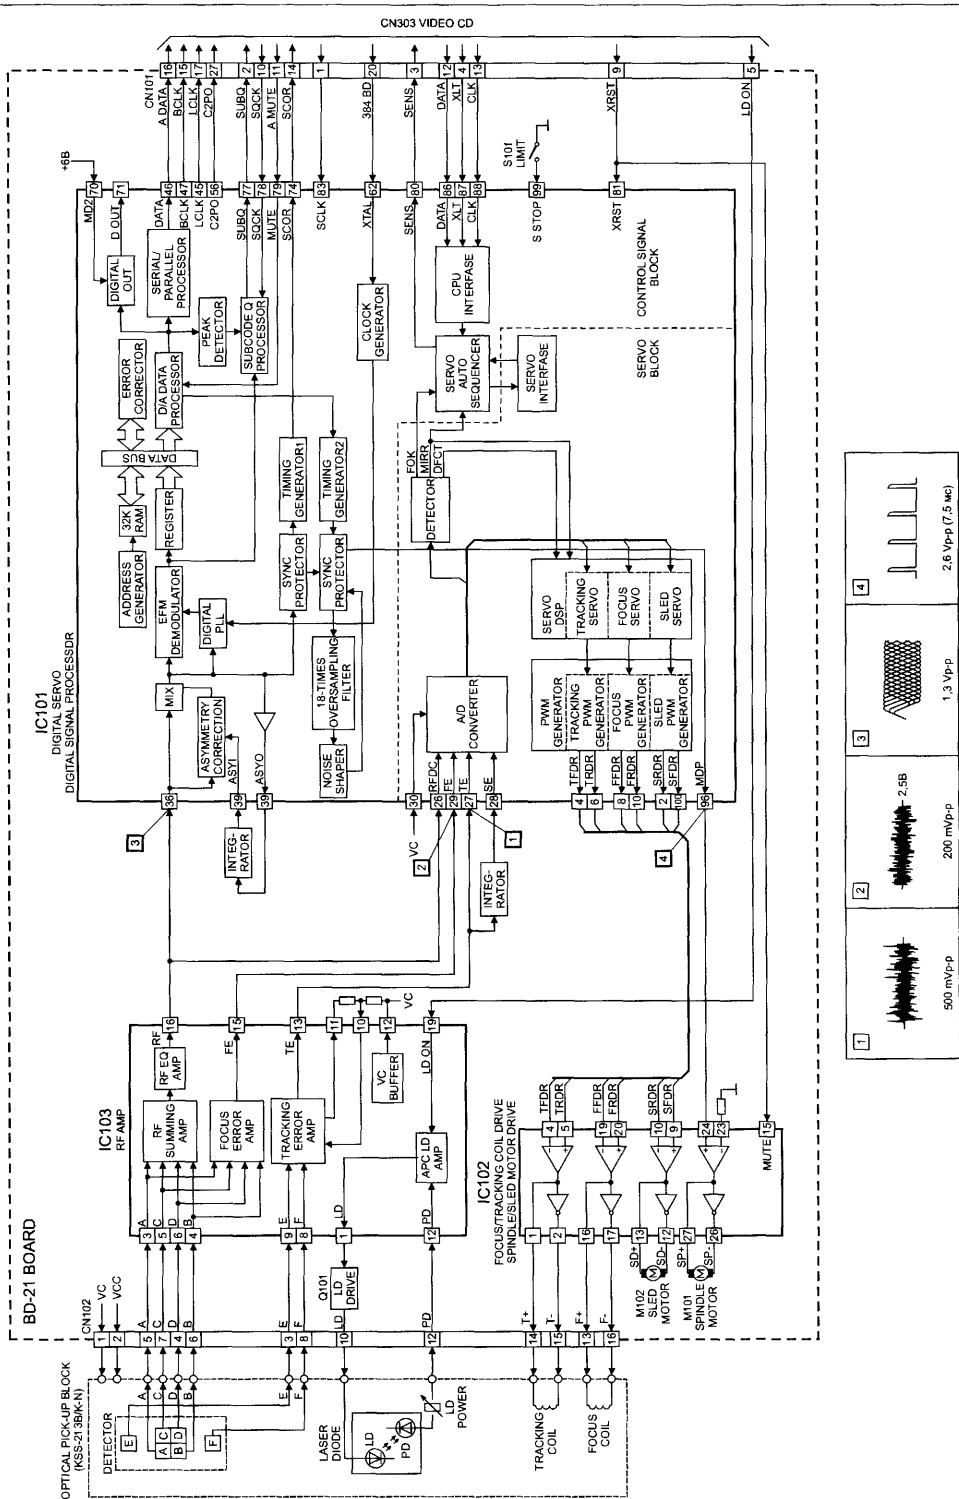
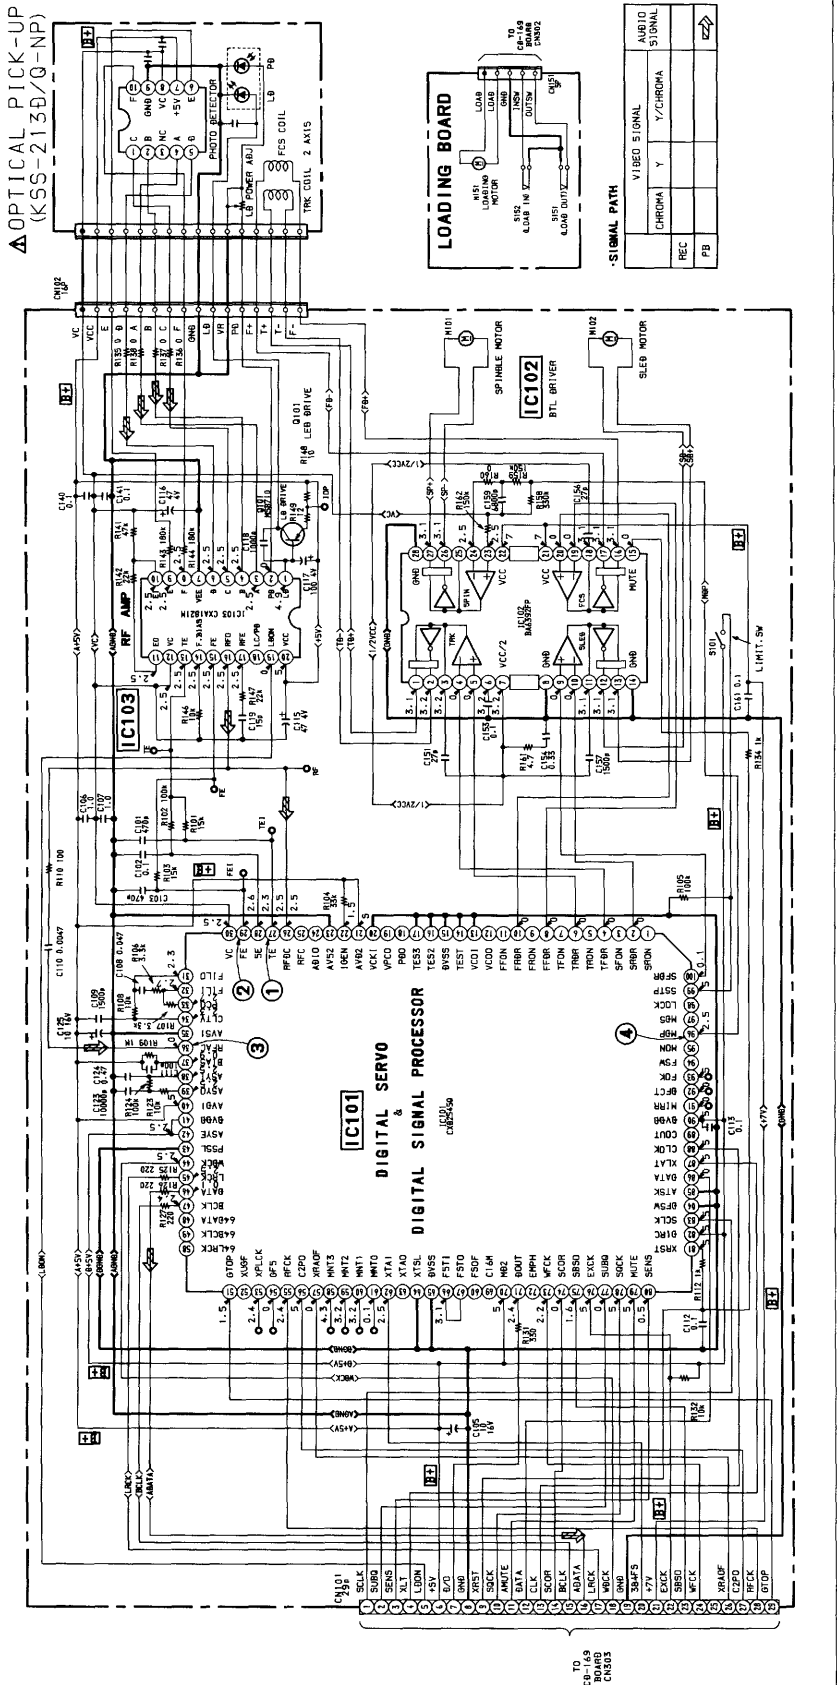

Рис. 1. Функциональная схема проигрывателя дисков. Плата BD-21. Осциллограммы сигналов
Рис. 2. Принципиальная схема проигрывателя дисков. Плата BD-21
Функциональная схема части проигрывателя дисков (ПД), размещенная на плате BD-21 и в оптическом блоке, приведена на рис. 1, принципиальная схема этой части — на рис. 2. В ее состав входят следующие основные микросхемы:
дует проверить исправность линейного стабилизатора напряжения IC702 в импульсном блоке питания. Стабилизатор напряжения +2,5 В (цепь VC) находится в составе микросхемы IC103 (выв. 12), это напряжение является образцовым (виртуальным «нулем») для операционных усилителей, входящих в состав микросхем IC101, IC102, IC103. «Качество» и соответствие норме образцового напряжения VC весьма важно для стабильной работы ПД — при наличии существенных пульсаций или отклонениях от номинала весьма вероятны различные сбои при воспроизведении дисков. Наличие пульсаций в данной цепи может быть вызвано уменьшением емкости и увеличением эквивалентного сопротивления конденсатора C115 (рис. 2), входящего в состав цепи обратной связи стабилизатора напряжения VC в микросхеме IC103. Микросхема CXA1821M довольно дефицитна, в случаях затруднений с заменой можно использовать внешний стабилизатор на напряжение 2,5 В. При таком варианте ремонта следует отключить выв. 12 микросхемы от платы, а внешнее напряжение подать на освободившуюся контактную площадку.
Сигналы от четырех основных фотодиодов А, В, С, D оптического блока поступают непосредственно на выв. 3-6 микросхемы IC103, затем на сумматор (RF SUMMING AMP) и корректирующий усилитель с АРУ (RF EQ AMP). На его выходе (выв. 16) формируется ВЧ сигнал (RF-SIGNAL, диаграмма 3 на рис. 1). ВЧ сигнал разветвляется на два направления:
Сигналы А, В, С, D подаются также на усилитель сигнала ошибки фокусировки (FOCUS ERROR AMP), с выхода которого (выв. 15) сигнал ошибки фокусировки FE подается на выв. 29 IC101. Сигнал ошибки фокусировки FE (диаграмма 2 на рис. 1) сформирован относительно образцового напряжения VC (наложен на постоянную составляющую +2,5 В). Сигналы с дополнительных фотодиодов F, E подаются на выв. 8, 9 микросхемы IC103, затем на усилитель сигнала ошибки трекинга (TRACKING ERROR AMP), с выхода которого сигнал ошибки трекинга TE подается на выв. 27, а через интегратор — на выв. 28 микросхемы IC101. Сигнал ошибки трекинга TE также сформирован
относительно образцового напряжения VC (диаграмма 1 на рис. 1). Сигналы RF, FE, TE и образцовое напряжение VC можно контролировать в соответствующих контрольных точках на печатной плате BD-21, расположение элементов
– CAP двигателя привода диска (шпинделя, CLV PROCESSOR) со вспомогательными фильтром с 18-кратной передискретизацией (18-TIMES OVERSAMPLING FILTER), формирователем шума (NOISE SHAPER), узлом защиты (SYNC PROTECTOR) и тактовыми генераторами (TIMING GENERATOR 1, 2). Назначение CAP — формирование сигнала управления двигателем привода диска, работающего в режиме с постоянной линейной скоростью считывания (CLV). Выходной сигнал CAP (MDP) с выв. 96 микросхемы IC101 подается на выв. 24 микросхемы электропривода двигателей IC102 (диаграмма 4 на рис. 1). Сам двигатель привода диска M101 (SPINDLE MOTOR) установлен непосредственно на плате BD-21, его проверяют также,
- выв. 80 (XRST) — сигнал сброса микропроцессора IC101, сброс при нулевом напряжении (рис. 1);